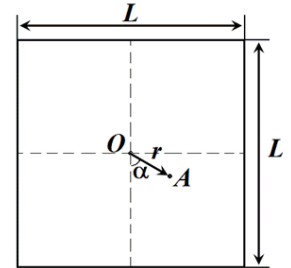

Рис. 2
**Часть 2.** Тонкая диэлектрическая квадратная пластина с длиной стороны  $L$  равномерно заряжена с поверхностной плотностью  $\sigma > 0$ . В точку  $A$ , смещенную в плоскости пластины на малое расстояние  $r \ll L$  относительно ее центра (т.  $O$ ) под углом  $\alpha = 60^\circ$  к стороне квадрата (рис. 2), помещают маленькую гладкую диэлектрическую шайбу массы  $m$  с зарядом  $q < 0$ . Шайбу отпускают без начальной скорости.